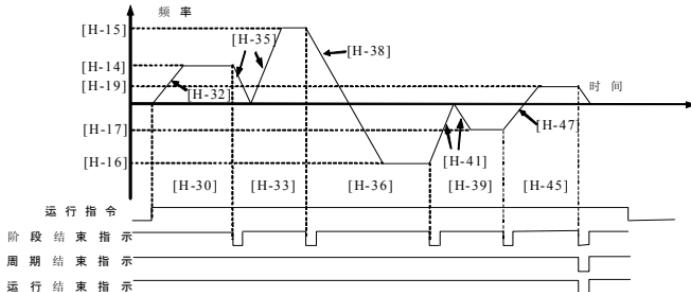

图 5-31 单循环停机模式（方式 5）
***5:** **单循环停机模式。** 变频器运行完每一段速度后, 先减速到零频率, 再从零频率加速到下一段频率运行, 其它动作同方式 1。单循环停机模式如图 5-31 所示。